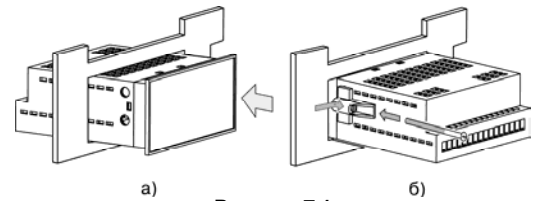

Рисунок 7.1
7.2.2 Вставьте фиксаторы из комплекта поставки в отверстия на боковых стенках прибора (рисунок 7.1, а);
7.2.3 С усилием заверните винты М4х35 в отверстия каждого фиксатора так, чтобы прибор был плотно прижат к лицевой панели щита (рисунок 7.1, б).